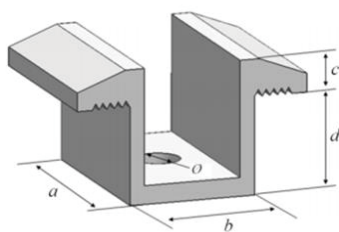
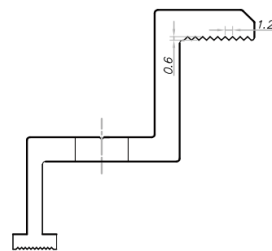

图 1 中间压块示意图
图 2 边压块横截面示意图
- ① 将光伏组件置于两条支架之上（不提供）。支架必须使用不锈钢材料或做过防腐处理（如热镀处理）。每块光伏组件至少需要 4 个压块去固定，在安装过程中，请勿让压块直接接触玻璃及让边框变形，否则会导致光伏组件破损。
- ② 务必避免因夹具形成的阴影对光伏组件造成遮挡效应。漏水孔不能被夹具遮挡。夹具必须与光伏组件边框保持至少 10mm 的重叠部分（保证光伏组件可靠安装的前提下可以变更夹具截面）。
- ③ 支架与光伏组件边框接触的上表面需有一个与 M8 螺栓匹配的凹槽。
- ④ 若支架上无凹槽，则需在上述提到的位置钻一个直径大小合适的孔，以便螺栓固定。
- ⑤ 确保每个压块的安装顺序为平垫圈、弹簧垫圈、螺母。
- ⑥ 图 1 所示为中间安装压块，图 2 所示为边缘安装压块及截面示意图。中间压块和边压块的尺寸为 $a \geq 50 \text{ mm}$, $b \geq 26 \text{ mm}$, $c \geq 5 \text{ mm}$, $d \geq 28 \text{ mm}$, $\varnothing = 9 \text{ mm}$ ，建议壁厚 $\geq 4 \text{ mm}$ ，当螺栓和螺丝为 8.8 等级时，推荐收紧扭矩为 17~23Nm。具体扭矩值请咨询安装商或支架供应商。
- ⑦ 为防止安装组件后脱框，建议选择边缘安装压块和中间安装压块与边框 A 面接触面均带有花纹槽结构的压块，花纹槽结构建议数量为 9 个左右，相邻花纹槽距离建议 1.2mm 左右，花纹槽深度建议 0.6mm 左右，如图 2 边缘压块横截面示意图所示。
- ⑧ 对于长度超过 2.2m 或者宽度超过 1.3m 的组件，推荐使用具有特殊防滑设计的压块，如有贴合边框 A 面弧形压合面，或者带有卡块结构设计等，压块需满足长度 $a \geq 60 \text{ mm}$ ，壁厚 $\geq 5 \text{ mm}$ ，材质 6005-T6， $Rp0.2 > 225 \text{ MPa}$ ， $Rm265 \text{ MPa}$ 。压块的技术要求及详细资料可咨询弘元售后服务团队。